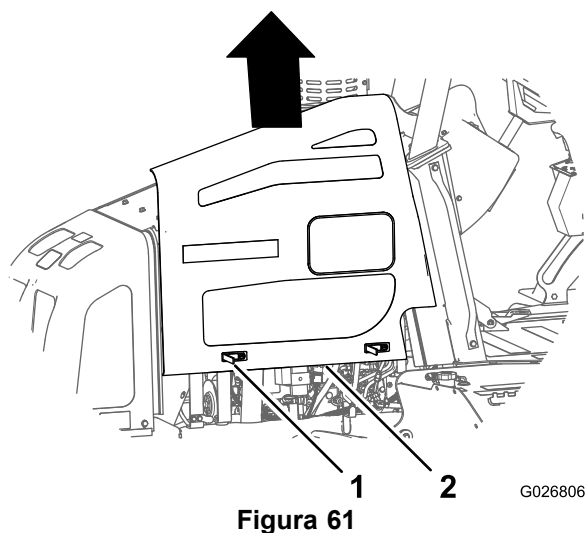

Figura 61
- Levante el panel hacia arriba y hacia fuera de la máquina (Figura 61).